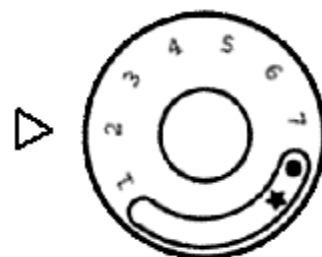

Рисунок 6
2.3.6 Для розжига основной горелки ручка, вращением против часовой стрелки, переводится в положение от «1» до «7» в зависимости от необходимой температуры нагрева воды в контуре отопления (рисунок 6). Максимальная температура нагрева воды в контуре отопления - плюс 90 °С - соответствует положению «7» на ручке управления. Заданная температура поддерживается автоматически – при достижении заданной температуры газовый клапан перекрывает подачу газа на основную горелку и возобновляет подачу газа при понижении температуры.